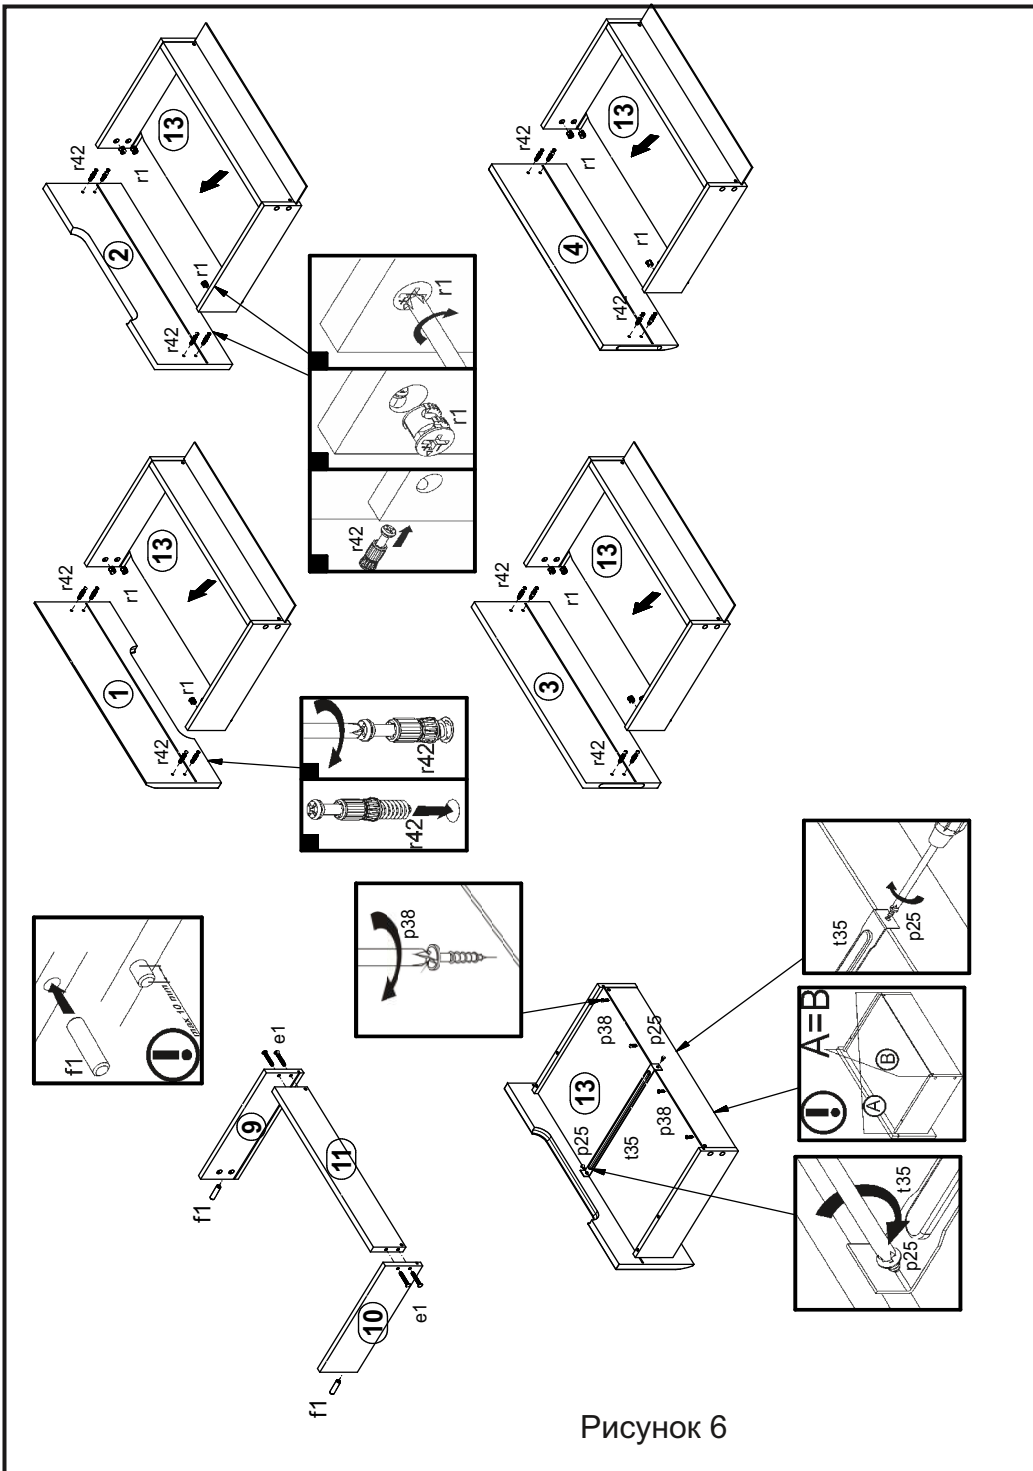

Рисунок 6
4.12. В отверстия $\varnothing 15$ мм на внутренних поверхностях деталей 9, 10 вставить стяжки эксцентриковые r1. В отверстия $\varnothing 5$ мм на внутренних поверхностях деталей 1, 2, 3, 4 вкрутить винты стяжки r42. В отверстия $\varnothing 8$ мм в торцах деталей 9, 10 вбить деревянные шканты f1. **ВНИМАНИЕ! В случае, если шкант выступает из отверстия более, чем на 10 мм, его необходимо укоротить, т.к. возможно повреждение деталей. В таких случаях рекламация НЕВОЗМОЖНА.** Соединить детали корпусов ящиков 9, 10, 11 с помощью конформатов e1. Для поворота конформатов использовать специальный ключ z1 (см. рис. 6).
4.13. Соединить панели ящиков 1, 2, 3, 4 с корпусами ящиков при помощи шкантов f1 и винтов стяжек r42 и затянуть стяжки эксцентриковые r1 при помощи отвертки (см. рис. 6).
4.14. Вставить дно ящика 13 в пазы в стенках ящиков 9, 10 и панелей ящиков 1, 2, 3, 4, закрепить дно шурупами p38 (см. рис. 6).
4.15. Зафиксировать дно ящика 13 с помощью фиксаторов dna ящика t35 и шурупов p25 (см. рис. 6).
4.18. Закрывать эксцентриковые стяжки на стенках боковых ящиков 9,10 заглушками s2 (см. рис. 6). **ВНИМАНИЕ!** В комплекте фурнитуры имеется лента фиксирующая n26 с шурупом p38 и дюбель f35 с шурупом p17 для крепления изделия к стене в целях предотвращения его опрокидывания. Для этого необходимо в месте установки изделия разметить и просверлить с помощью электродрели отверстие диаметром 10 мм в стене на 30 мм ниже уровня детали 7 изделия, забить с помощью молотка дюбель f35 в отверстие в стене, закрепить ленту фиксирующую n26 шурупом p38 на верхней поверхности детали 7 изделия, завернуть шуруп p17 в дюбель f35 сквозь отверстие в ленте фиксирующей n26.